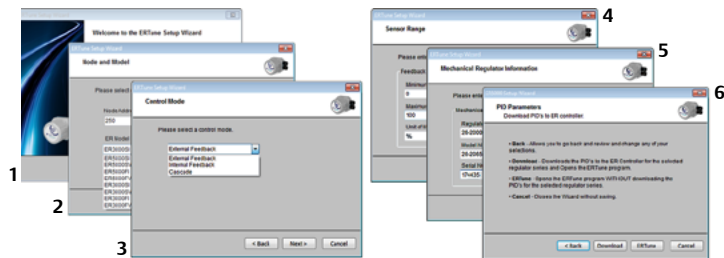

图14: ERTune™软件 的设置顺序
5. ER5000 Setup Wizard (ER5000设置向导) 屏幕如图14所示。利用步骤1中的信息以完成设置。对于大多数屏幕而言, 您应用程序的默认值就是正确的设置。